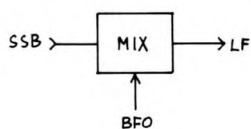

Fig. 6a.
6. a) Fig 6a er kun et blokdiagram, men en hvilken som helst AM-detektor med BFO eller et hvilket som helst blandertrin vil kunne benyttes.